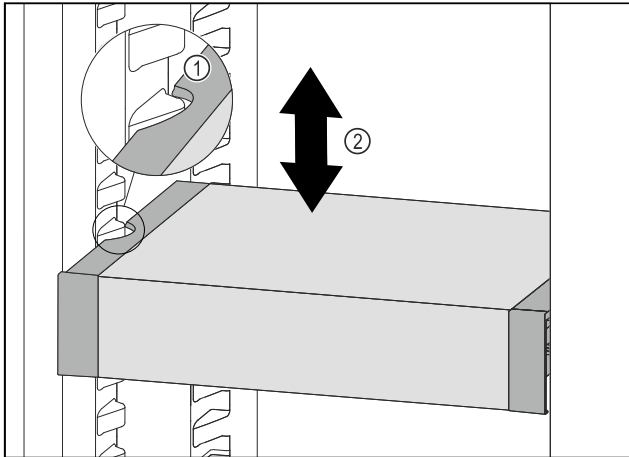

Fig. 90
- VarioSafe nach vorne ziehen, bis sich die seitlichen Aussparungen des VarioSafes auf Höhe der Behälterrippe im Kühlteil befinden. Fig. 90 (1)
- VarioSafe im Kühlteil nach oben oder unten bewegen, bis gewünschte Höhe erreicht ist. Fig. 90 (2)